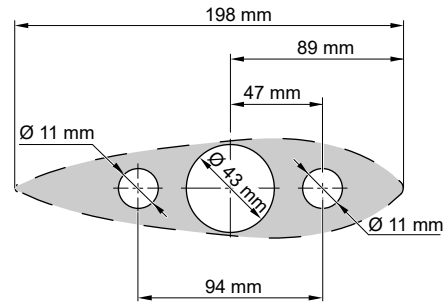

Fig. 9: Dimensions
- Pour le montage du pod, percez trois trous dans la coque, cf. "**Fig. 9: Dimensions**".